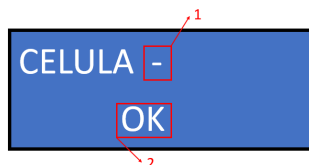

Figura 24
4. O Gerador de Cloro **EASYCLOR PRO** permite o controle de até 6 células eletrolíticas simultaneamente, cada célula vai ser indicada por um número de 1 a 6 no display LCD, que será exibido no canto superior direito (Figura 24 – Item 1) e o “status” de cada célula, que pode ser verificado no canto inferior (Figura 24 – Item 2). Para alternar entre as telas, basta pressionar as teclas “para cima” e “para baixo”.